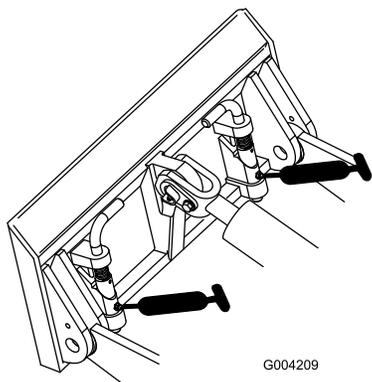

Figura 19
4. Conecte una pistola de engrasar a cada punto de engrase (Figura 18 y Figura 19).